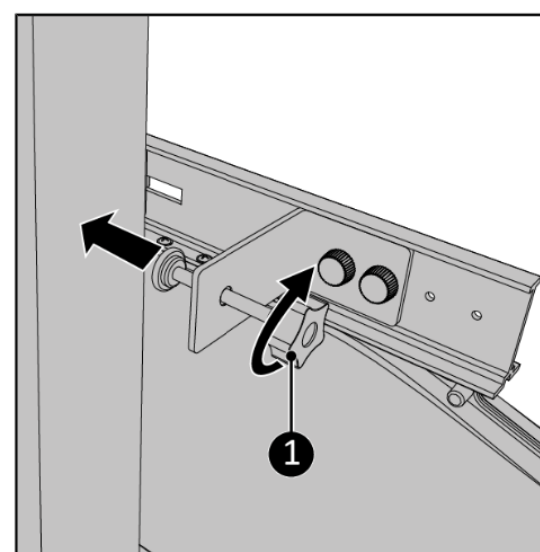

Figura 39.
15. Înșurubați cu grijă șurubul de strângere de pe clemă pe rama ferestrei (Figura 39, elementul 1).